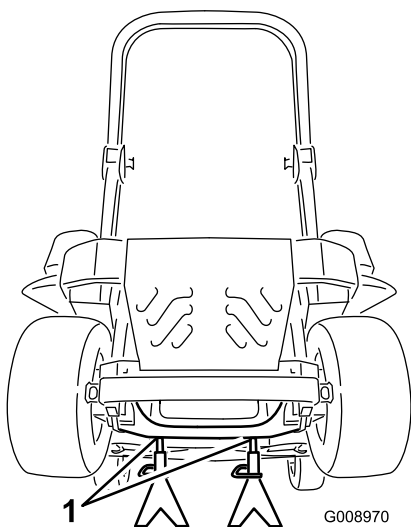

Figura 81
3. Levante la máquina y apóyela sobre soportes fijos (Figura 81).
9. Retire los soportes y baje la máquina (Figura 81).